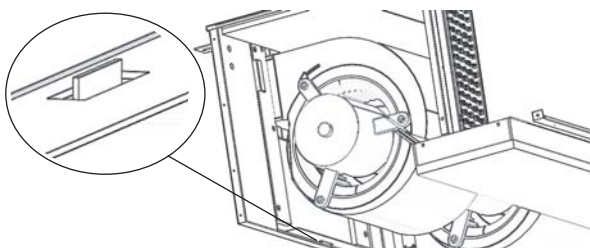

Рис. 10.9
- 3) Когда отверстие на **clapboard** вентилятора окажется выше защелки (шплинта), установите отверстие на защелку (шплинт). (Рис. 10.9)